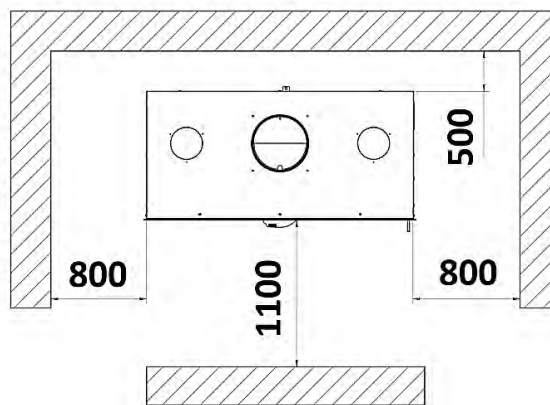

FIG. 8
- Mantenga alejado cualquier material combustible (muebles, cortinas, ropas, etc.), a una distancia mínima de seguridad de 0,90m. (Fig. 8)